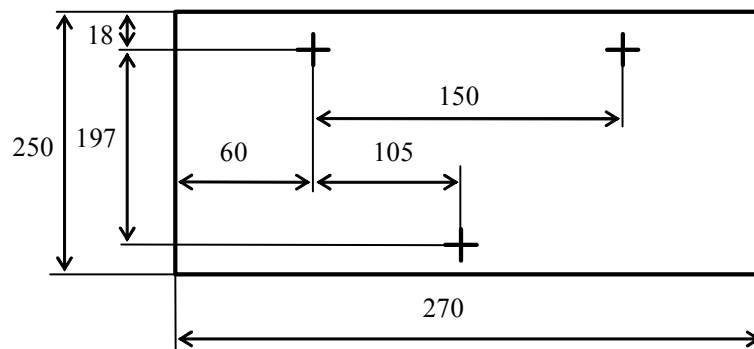

Рисунок 5-2 Разметка для крепления МА-15С.
5.3.2. Закрепить МА-15С на стене. Для этого сделать разметку на выбранном участке стены (см. Рисунок 5-2), ввернуть два верхних шурупа, повесить на них прибор и закрепить шурупом сквозь отверстие внутри отсека коммутации.